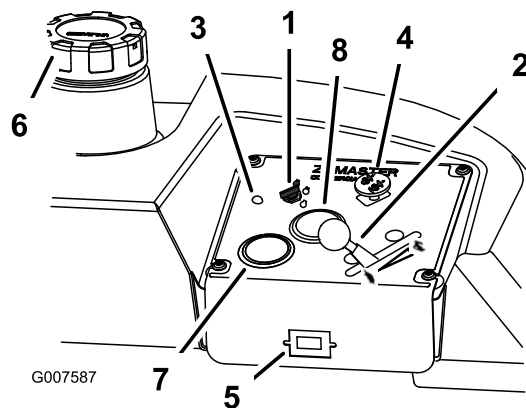

Figura 12
4. Mueva la toma de fuerza (PTO) a la posición Desengranada (Figura 12).
5. Mueva la palanca del acelerador a la posición central (Figura 12).
6. Gire la llave de contacto en el sentido de las agujas del reloj a la posición marcha (Figura 12). Se encenderá el indicador de la bujía.